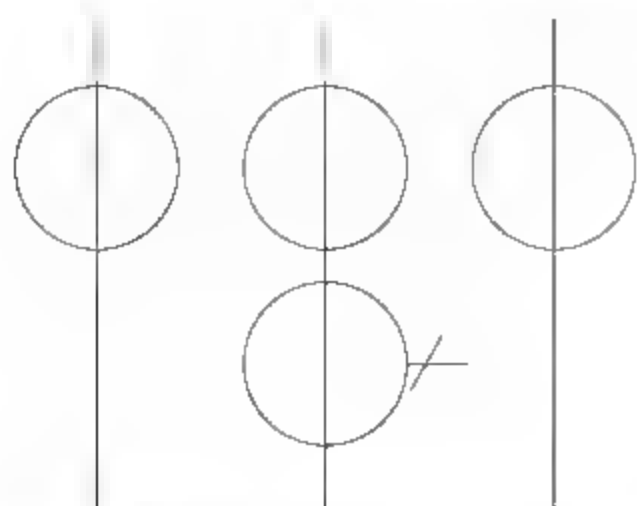

图8-51 绘制斜线段
- 05 调用RO【旋转】命令，设置旋转角度为  $30^{\circ}$ ，旋转线段的结果如图8-51所示。